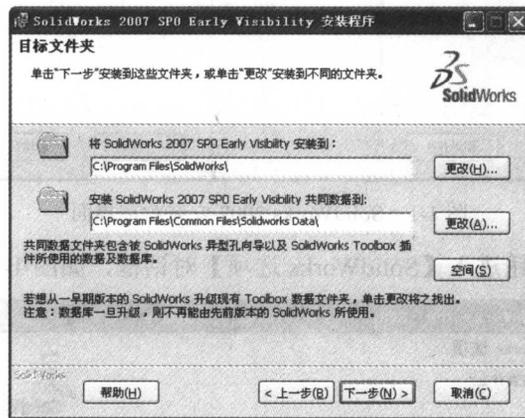

图 1-4 【目标文件夹】对话框
(4) 在【自定义安装】对话框中选择要安装的插件，然后单击 **下一步(N) >** 按钮进入【目标文件夹】对话框，如图 1-4 所示。